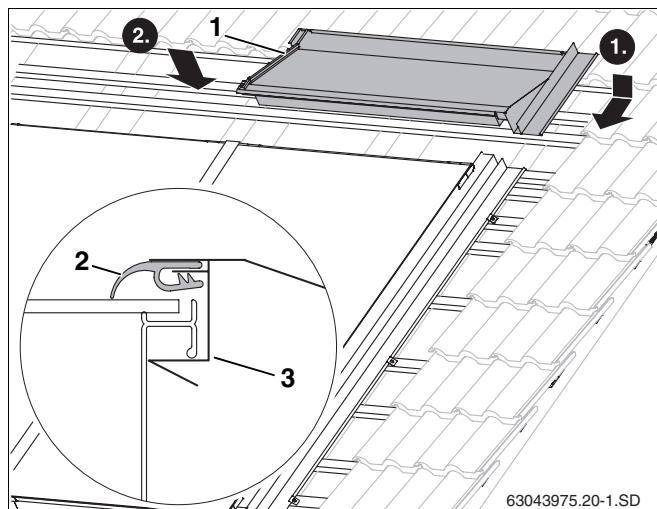

Рис. 55 Верхний правый накладной лист
- Ввести верхний правый накладной лист (рис. 55, **поз. 1**) в правый боковой накладной лист.
- При нажатии на лист он входит под раму коллектора (рис. 55, **поз. 3**).
- Сверху на коллектор нужно уложить и вытянуть резиновый язычок (рис. 55, **поз. 2**).